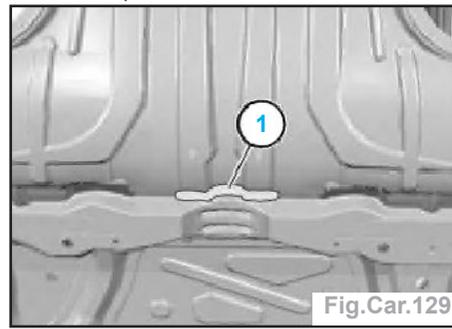

Fig.Car.129
- Déposer la plaque-support (2).
- les cordons de soudure dans la zone (1) sous la plaque-support enlevée (Fig. Car.129),
- Souder la zone (1) en bouchon (Fig. Car.129).